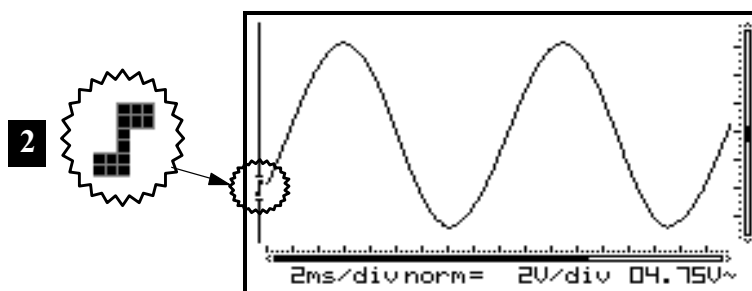

Fig 42
2. Démarrage sur le flan descendant du signal : L'écran n'affiche le signal que lorsqu'il détecte un flan négatif, c.-à-d. que le signal doit aller de haut en bas pour provoquer le démarrage. (Fig. 42)